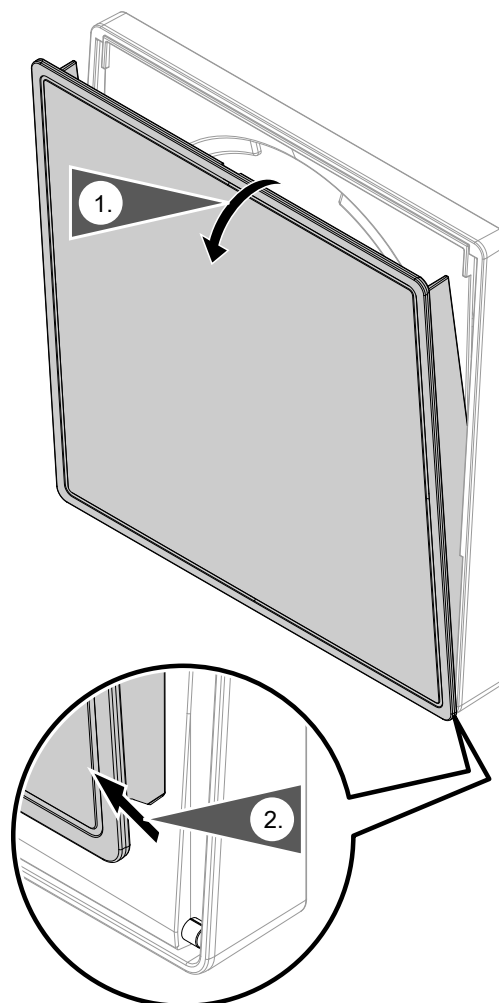

Abb. 10
1. Nehmen Sie die Innenwandblende ab: Siehe Abb. 10 auf Seite 35.
6. Setzen Sie die Innenwandblende in die Halterung ein: Arbeitsschritte in Abb. 10 auf Seite 35, in umgekehrter Reihenfolge.